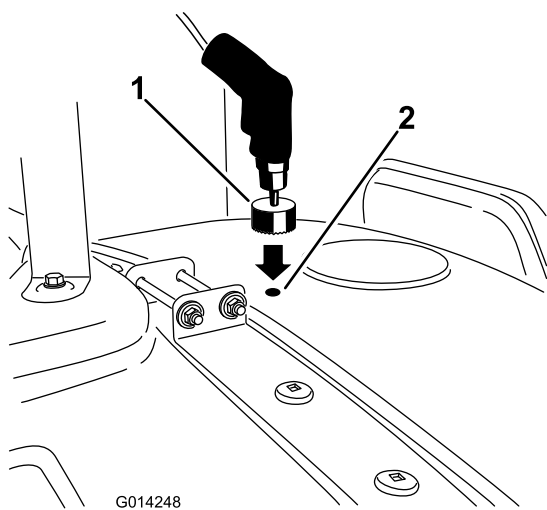

Figura 13
7. Portatevi sul segno di foratura davanti al coperchio del serbatoio e ripetete i passaggi da 4 a 6 per praticare il foro anteriore (Figura 13).